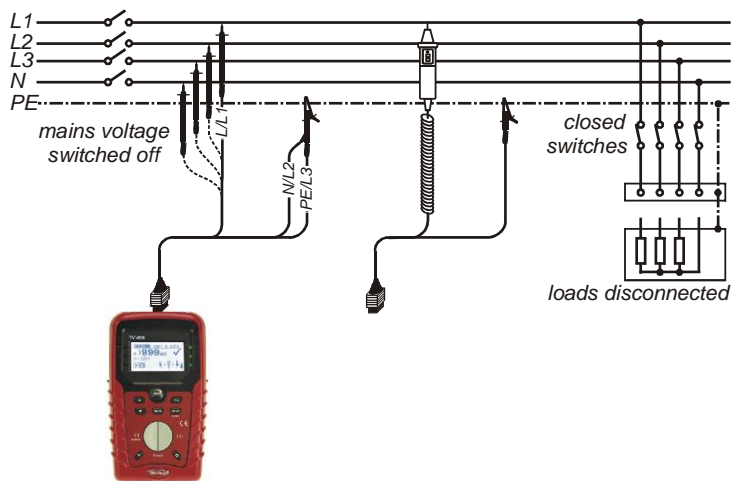

Bild 5.6: Anschlüsse für die Messung des Isolationswiderstandes
- **Schließen** Sie die Prüflleitung am Instrument und am Prüfling an (siehe Bild 5.6).